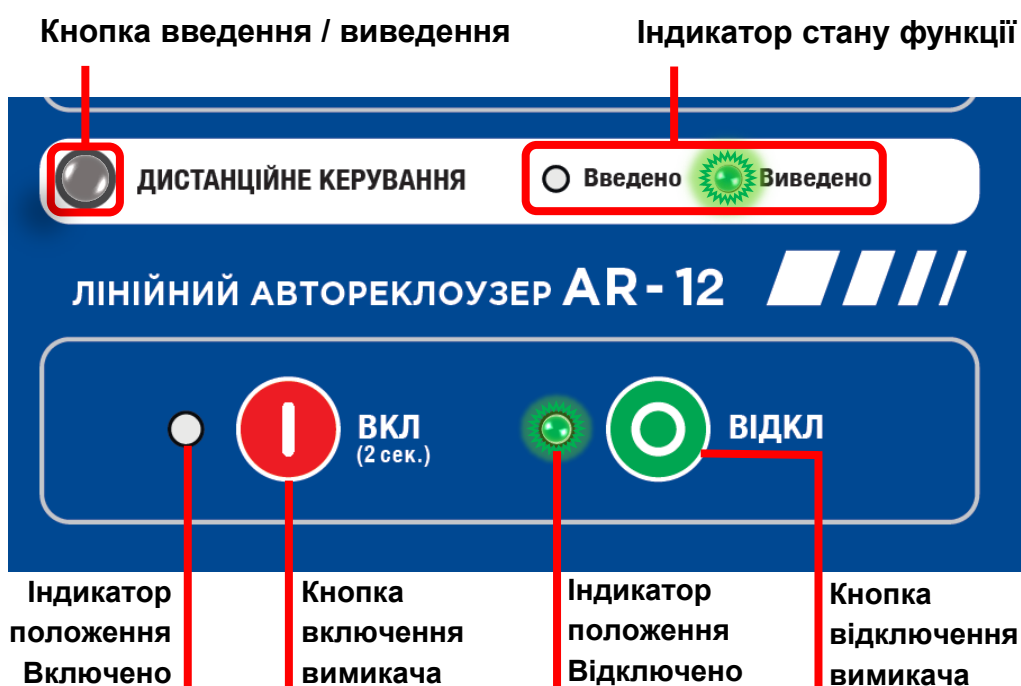

Рис. 4.7.1 Зона управління вимикачем
4.7 Зона управління вимикачем – призначена для управління включенням / відключенням вимикача в ручному режимі (дивись. Рисунок 4.7.1).